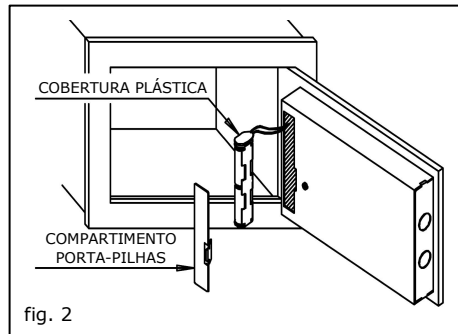

fig. 2
- Después de abrir la puerta de la caja fuerte acceder al hueco puertapilas sacando la tapaderita apropiada (ver fig. 2).
1. Após abrir a porta do cofre aceder ao compartimento porta-pilhas removendo a cobertura plástica (ver fig. 2).